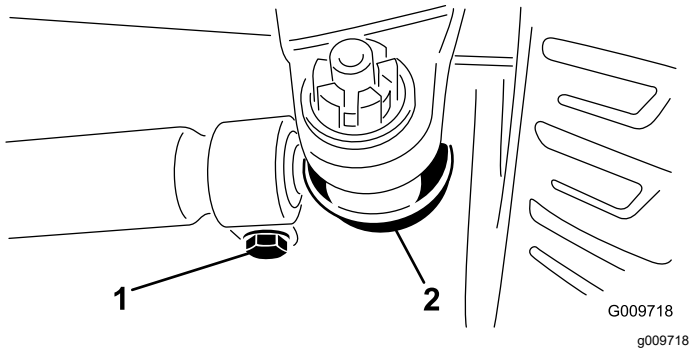

Figure 115
4. Desserrez les fixations aux deux extrémités des biellettes (Figure 115).